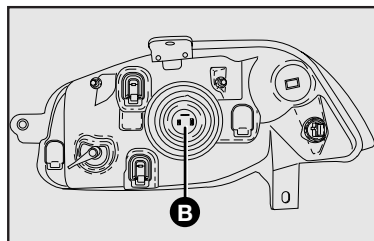

fig. 31
- 2) retirar la tapa plástica **B-fig. 31** para tener acceso a las lámparas;